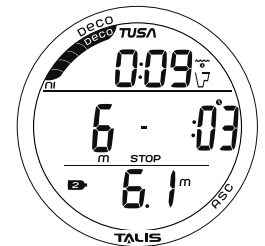

Abb. 64 - DEKOSTOPP-HAUPTDISPLAY
**Dekostopp-Hauptdisplay**, Informationen beinhalten (Abb. 64):